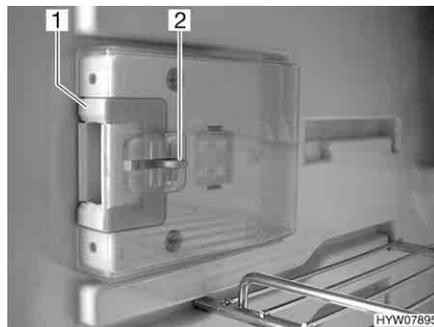
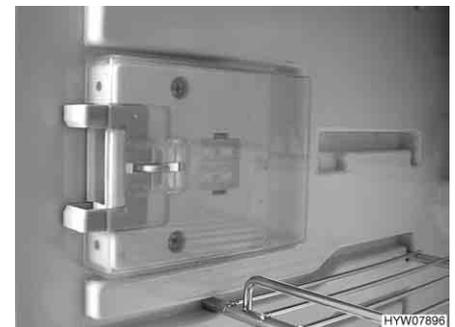

Bild 151 Verschlusseinrichtung in Normalstellung
Bild 152 Verschlusseinrichtung in Lüftungsstellung
- Die Entriegelung (Bild 151,2) eindrücken.
- Die Verschlusseinrichtung (Bild 151,1) nach vorn schieben (Bild 152).